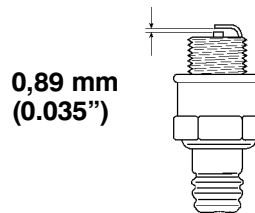

Figure 23
4. Régler l'écartement des électrodes à 0,89 mm (0.035") (Fig. 23).